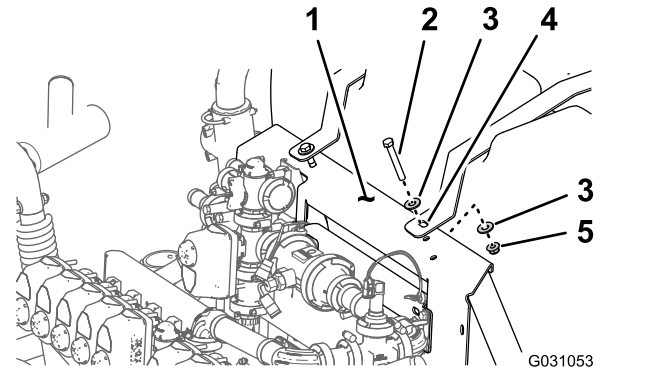

图 102
- A. 将冲洗水箱箍带上的孔与歧管安装架上的孔对齐图 102。
- B. 使用在图 102 的步骤 5C 中卸下的 2 个螺栓 $\frac{3}{8}$ x $2\frac{1}{4}$ 英寸、4 个垫圈 $\frac{3}{8}$ 英寸和 2 个凸缘锁紧螺母 $\frac{3}{8}$ 英寸将箍带安装到安装架上 准备药缸和可选冲洗水箱 (页码 6)。
- C. 手动拧紧螺栓和锁紧螺母图 102。